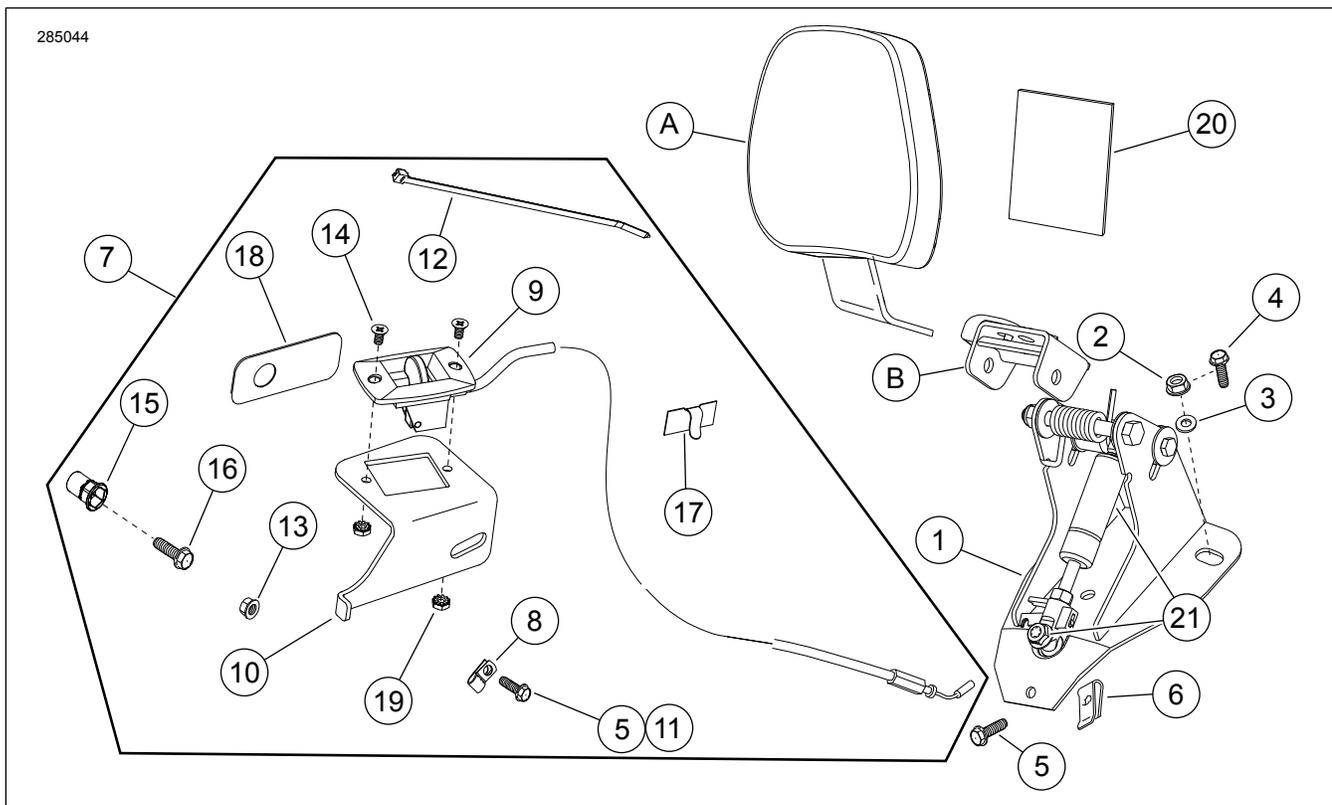

Figura 14. Peças de reposição: Kit peças de montagem Encosto Regulável do Condutor
12. Ver Figura 14 . Utilize o manípulo e o cabo do atuador (9) do kit.
7. Ver Figura 14 . Utilize o manípulo e o cabo do atuador (10) do kit.
8. Ver Figura 14 . Insira o cabo (parte do item 9) através da abertura no suporte do manípulo de regulação (10), conforme ilustrado. Instale o manípulo de regulação (parte do item 9) fixando-o no suporte (10) com os dois parafusos (5). Aperte bem os parafusos, mas não em demasia.
15. **Modelos California com tubo do contentor do evaporador:** Ver Figura 14 . Utilize a braçadeira com verso adesivo (17) do kit. Limpe a área plana do suporte do manípulo de regulação aproximadamente no local de onde retirou a braçadeira de plástico da mangueira com álcool isopropílico. Prenda a braçadeira ao suporte e passe o tubo do evaporador através dela. Dobre a braçadeira para baixo, para segurar bem o tubo.
17. Ver Figura 3 . Instale o manípulo de regulação do encosto (2) no respetivo suporte o (1), tal como indicado, com os parafusos de cabeça plana incluídos (3) (item 5, Figura 14). Aperte bem os parafusos.
2. **Para os modelos de 1999 e posteriores:** Ver Figura 14 . Instale o suporte do encosto (1) como indicado, utilizando as porcas flangeadas (2), as arruelas (3) e o parafuso (5). **Modelos de 1997-1998:** Utilize parafusos sextavados (4) e arruelas (3).
4. Ver Figura 14 . Utilize o protetor de assento (20).